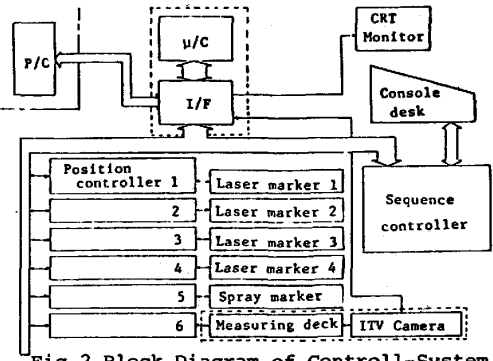

Fig.2 Block Diagram of Controll-System
(4)制御装置: 図2のブロック図に示すように、プロコンとのデータ授受、駆動系の位置決め制御、および演算・表示機能を持つ。